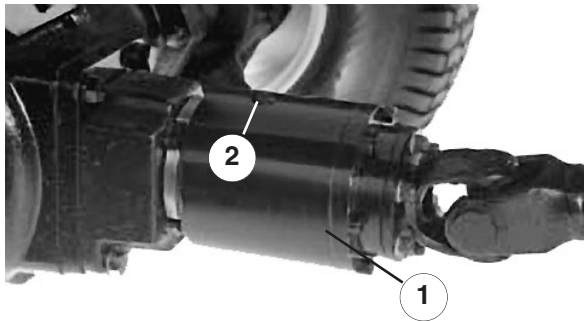

Bild 39
3. Drehen Sie die Kupplung, so dass die Verschluss-schraube nach unten zeigt (Bild 39).